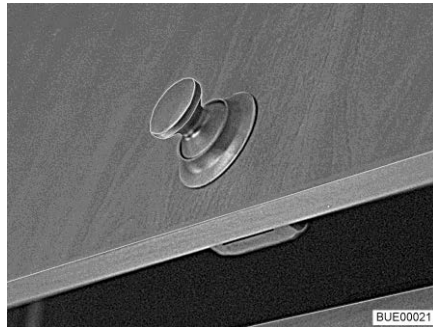
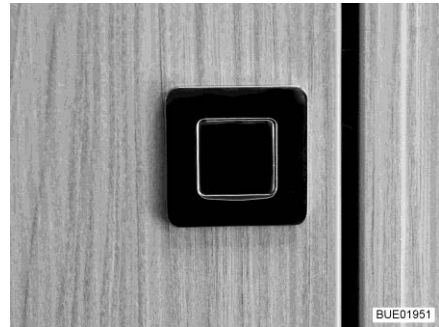

Bild 67 Skåplucka med tryckknapp (rund)
Bild 68 Skåplucka med tryckknapp (fyrkantig)
- Tryck på låsets inre del. Tryckknappen (Bild 67 och Bild 68) skjuts ut.